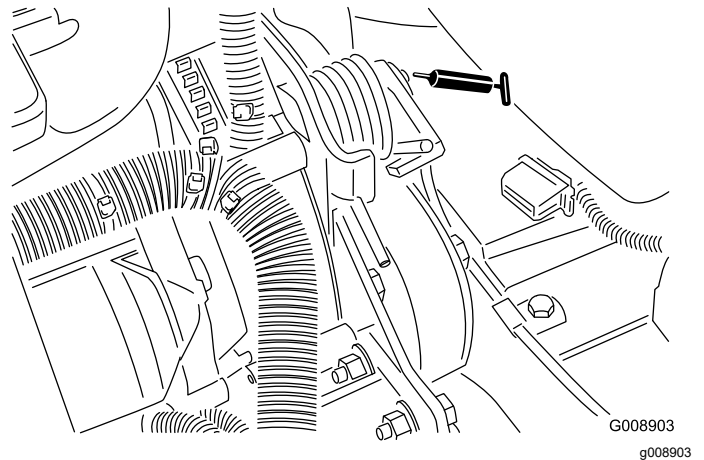

Bild 69
- Riemenspannungsdrehbüchse (Bild 69)